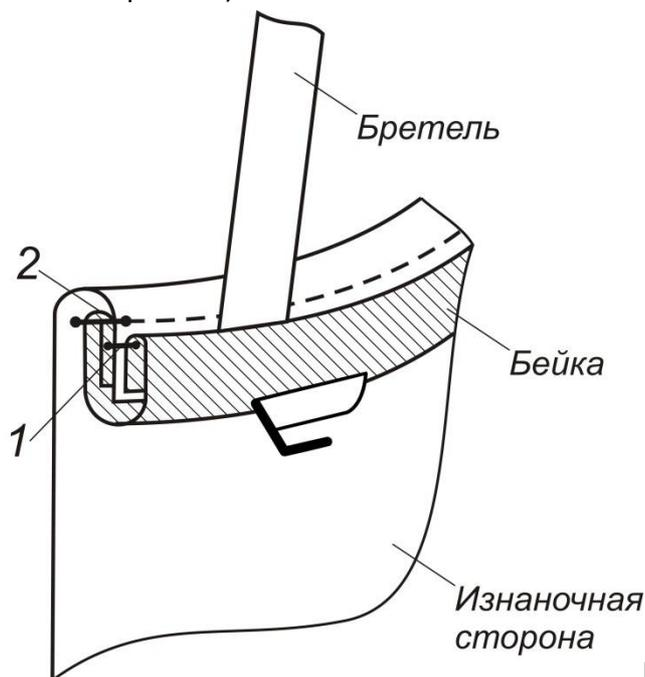

Рисунок 1
3. В полученных деталях обработайте верхний срез (соответствующий вырезу спинки) косой бейкой шириной 1,5 см, выкроенной под углом 45° к нити основы (можно использовать готовую бейку). Для этого окантовывают срез проймы окантовочным швом с закрытым срезом (Рис.1, строчки 1 и 2), затем заутюживают (с кантом из проймы) обработанный край на изнаночную сторону изделия. Перед выполнением строчки 1, рис. 1, между бейкой и деталью спинки в местах, отмеченных на спинке